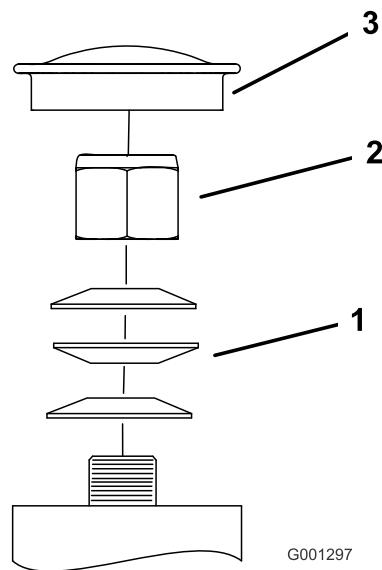

図 52
- キャスターからダスト・キャップを外してロックナットを締め付ける (図 52)。
- スプリングワッシャが平たくつぶれるまでロックナットを締め付け、その位置から 1/4 回転もどすと、ベアリングに対して適切な予負荷がかかる (図 52)。
重要 スプリングワッシャが図 52 のように正しく取り付けられていることを確認してください。
- ダスト・キャップを取り付ける (図 52)。